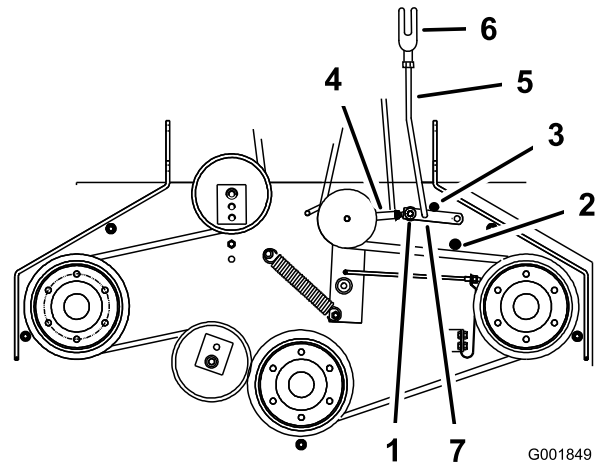

Figura 48
8. Per regolare il tirante del braccio di assistenza, staccate la coppia dal braccio di assistenza (Figura 48).
11. Montate il tirante del braccio di assistenza sul braccio di assistenza e fissatelo con la coppia (Figura 48).